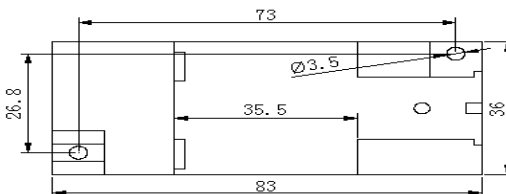

图 9 安装尺寸图
- ① 按图 9 中的螺孔位置在固定板上攻丝 M3 螺钉孔;
- ② 使用 M3 的螺钉拧入螺钉孔中固定。